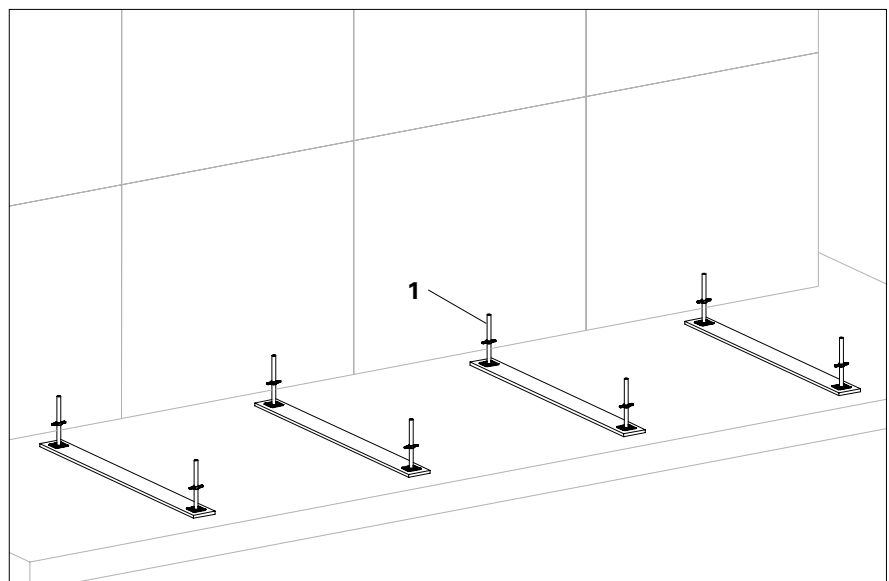

Abb. B1.01
1. Fußspindeln UJB (1) im erforderlichen Systemabstand auf lastverteilenden Unterlagen aufstellen. (Abb. B1.01)